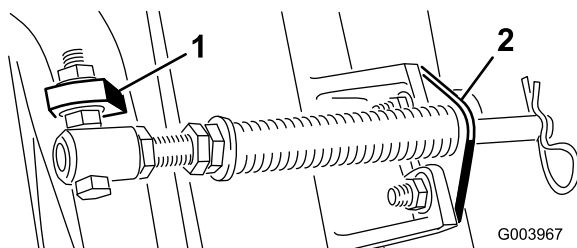

Рисунок 5
- С. Установите болт трубки пружины на противоположный выступ несущей рамы и закрепите фланцевой гайкой. Головку болта следует расположить по направлению к наружной стороне выступа, как показано на Рисунок 5.
- Д. Присоедините кронштейн штока к выступам режущих блоков с помощью каретных болтов и гаек (Рисунок 5).